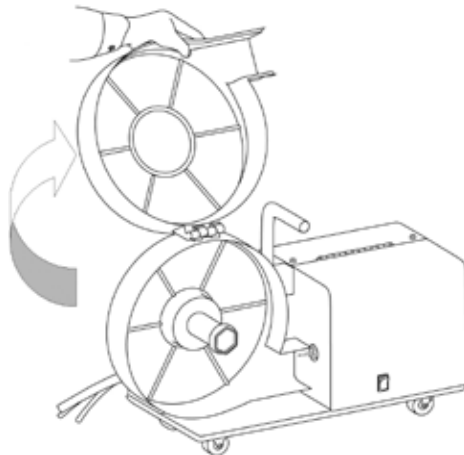

Рис. 8.4.1. Открытие дверцы защитного кожуха.
1. Откройте защитный кожух сварочной проволоки (См. рис. 8.4.1).